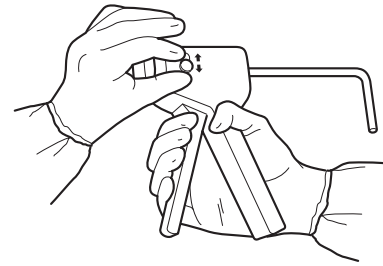

Figura 2
- Empuje el selector de velocidad hacia atrás y, a continuación, hacia arriba o hacia abajo para seleccionar la velocidad deseada (figura 2). Consulte *Ajustes de la aplicación de cemento*.